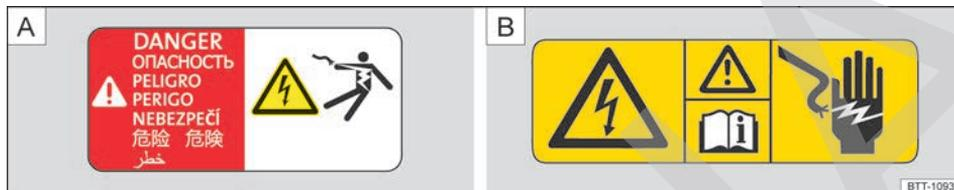

Fig. 178 A) Letrero de advertencia de componentes de alto voltaje. B) Letrero de advertencia general de alto voltaje.
- en las cubiertas y tapas de los componentes de alto voltaje detrás de las cuales se encuentran componentes sometidos a alta tensión → fig. 178 A;
- en el vano motor, en la chapa portacierre → fig. 178 B.